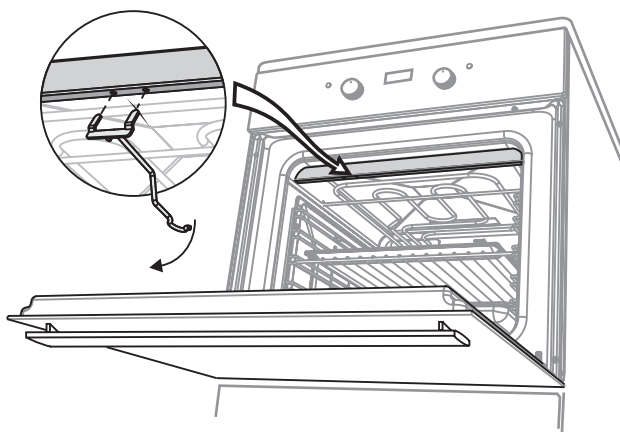

Рис. 25
- Установите крючок, для чего вставьте «усы» крючка в пазы верхней полки слева проема духовки и опустите крючок вниз (рис. 25).